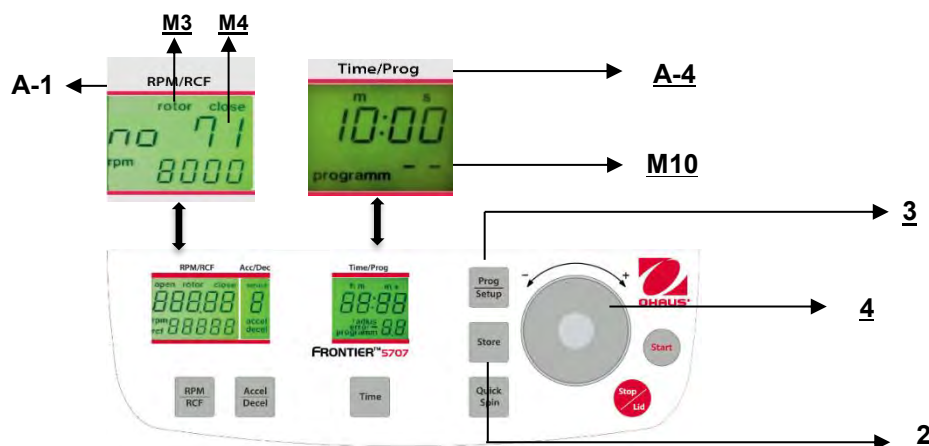

Abbildung. 23
Um gespeicherte Programme aufzurufen, drücken Sie die Taste **"Prog/Setup"** (3) (siehe Abbildung 23), während der Deckel bereits geschlossen ist. Innerhalb der Anzeige **"Time/Prog"** (A-4) erscheint **"programm -"** (M10). Die gewünschte Programmnummer kann vorab mit dem Anpassungs Wählscheibe (4) ausgewählt werden.
Um den Programmmodus zu verlassen, drücken Sie lediglich die Taste **"Prog/Setup"** (3) (siehe Abbildung 23). Dann erscheint innerhalb der Anzeige **"Time/Prog"** das Wort **"programm"**.